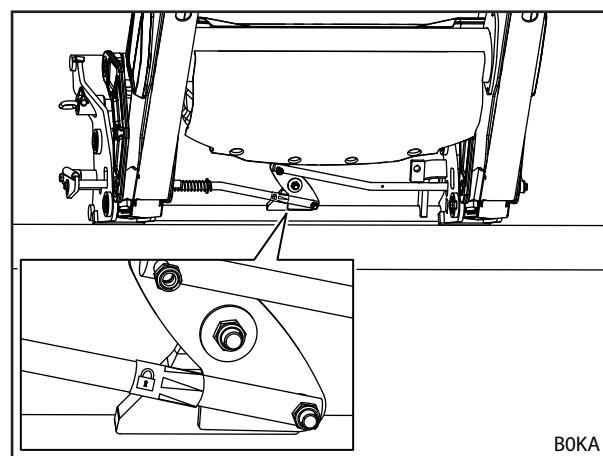

Fig. 99 Kontrollera redskapslåset med ledning av dekalen (kombikopplingsram Euro-MX)
**i** Vid kombikopplingsramen Euro-MX är dekalen placerad i mitten på en av stängerna (se Fig. 99).